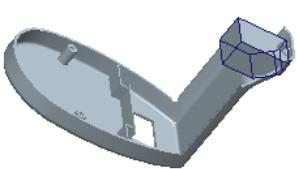

图 26.17 创建拉伸曲面
Step1. 通过拉伸的方法创建图 26.17 所示的曲面。
- (1) 单击**分型面**功能选项卡**形状**区域中的按钮, 此时系统弹出“拉伸”操控板。
- (2) 定义草绘截面放置属性。右击, 选择菜单中的**定义内部草绘...**命令; 选择**MOLD_FRONT**基准平面为草绘平面, 然后选取**MOLD_RIGHT**基准平面为参考平面, 方向为**右**。单击**草绘**按钮。